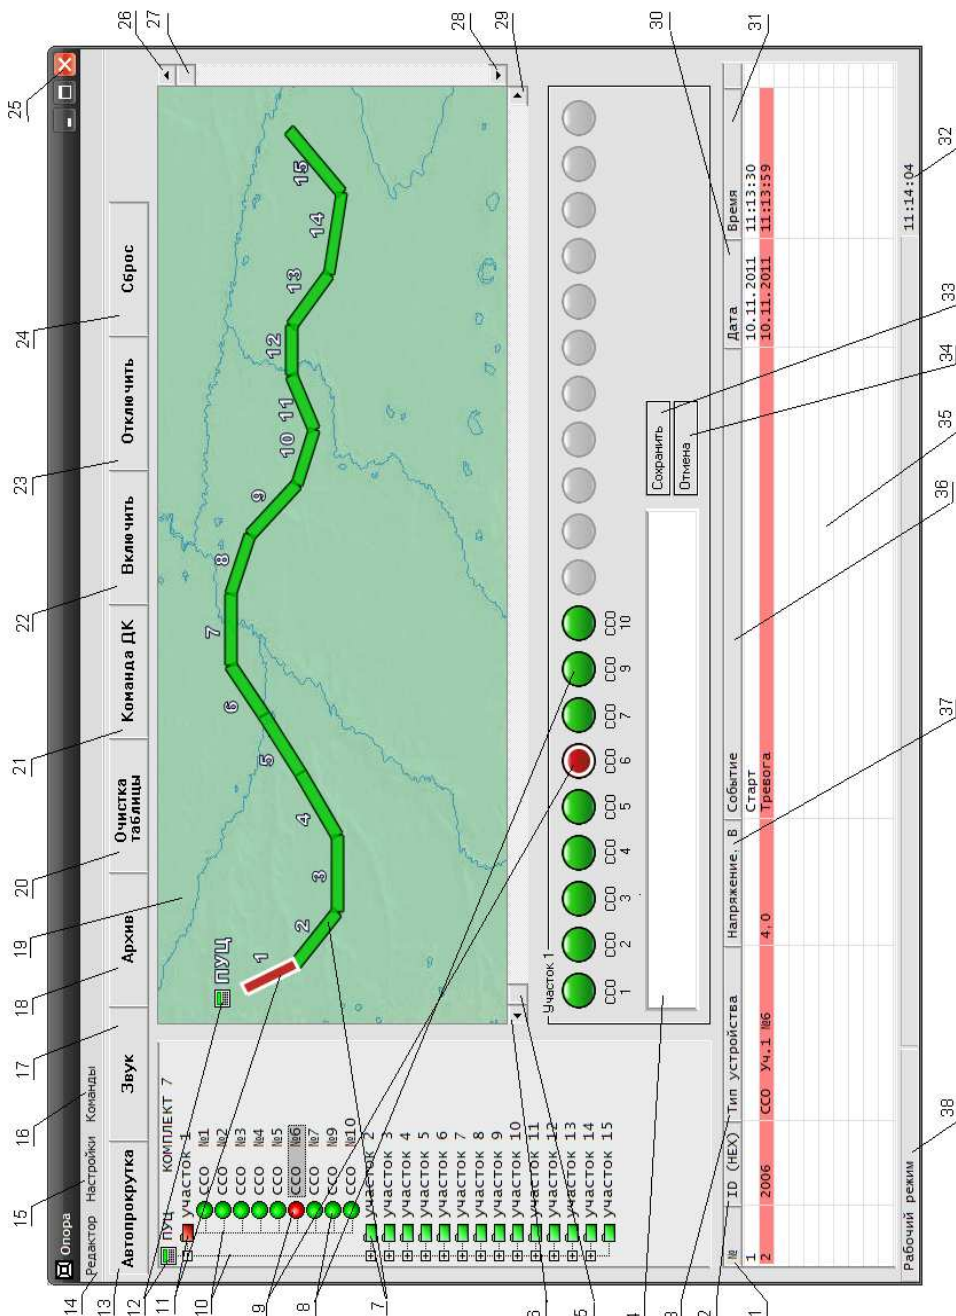

Рисунок 7.1 – Окно «Опора»
7.3.1 Окно «Опора» (рисунок 7.1) содержит: